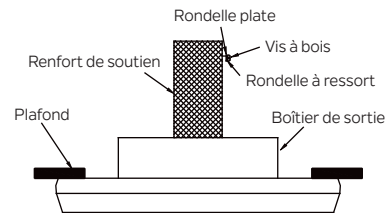

Fig. 14
Étape 1. Enfoncez une vis à bois et des rondelles dans le côté de l'entretoise qui maintient le boîtier de sortie. Laissez 3 mm (1/8") d'espace entre le renfort de support et la rondelle. (Fig. 14)